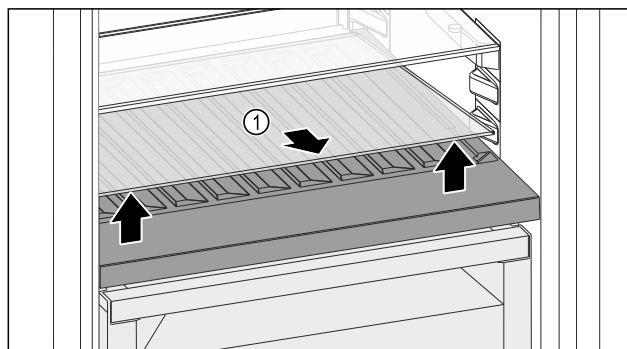

Fig. 122
- Sollevare il ripiano di vetro Fig. 122 (1) dall'incavo anteriore e rimuoverlo.
- Conservare il ripiano di vetro Fig. 122 (1) fuori dall'apparecchio in un luogo sicuro.
- Inserire il ripiano di vetro (2) sotto il vano bottiglie variabile.